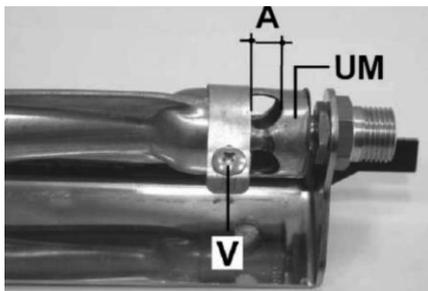

Fig. 3
6. Le régulateur d'air doit être réglé sur la distance A (fig. 3) indiquée dans le tableau 2.
7. Bien serrer de nouveau la vis V (fig. 3).